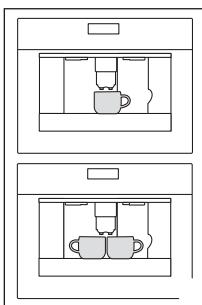
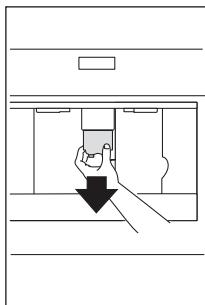

Рис. 16
Рис. 17
- ▶ Поставьте под кранники одну чашку для приготовления одной порции кофе или две чашки для приготовления двух порций кофе (Рис. 16). Опустите кранники как можно ближе к чашке, чтобы получить более густой кофе (Рис. 17).